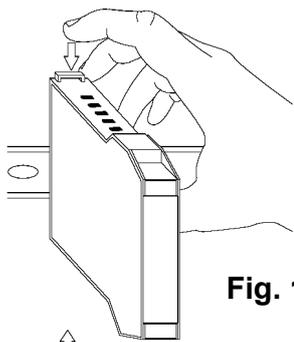

Fig. 1
- 2) Insérer le connecteur arrière IDC10 du module sur un emplacement libre de l'accessoire pour guide IEC EN 60715 comme illustré sur la Fig. 1. (l'introduction est univoque parce que les connecteurs sont polarisés).
- 3) Pour fixer le module au guide IEC EN 60715, serrer les deux crochets situés de chaque côté du connecteur arrière IDC10 comme illustré sur la Fig. 1.